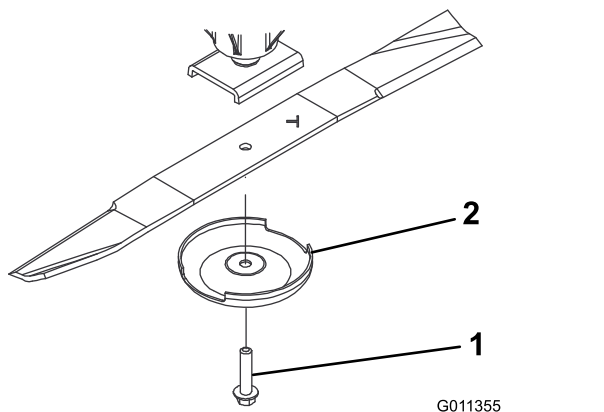

Рисунок 66
3. Снимите болт ножа, защитный колпак и нож с вала шпинделя (**Рисунок 66**).